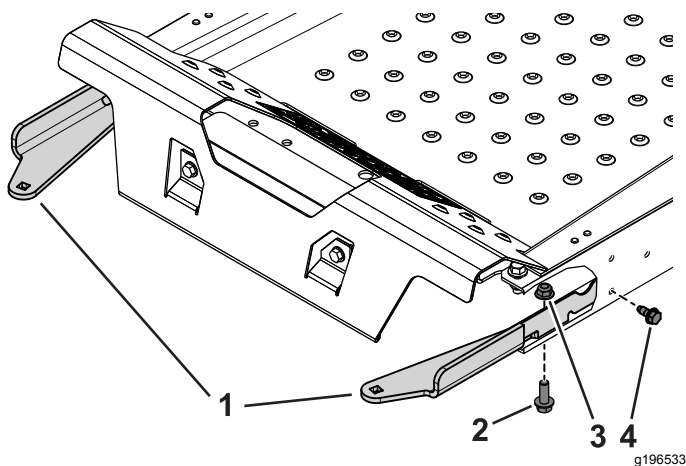

Figure 1
2. Fixez les supports de logement de masse gauche et droit sur la machine à l'aide des 2 boulons autotaraudeurs (5/16" x 3/4"), des 2 boulons (3/8" x 1 1/4") et des écrous à embase (3/8") (Figure 1).